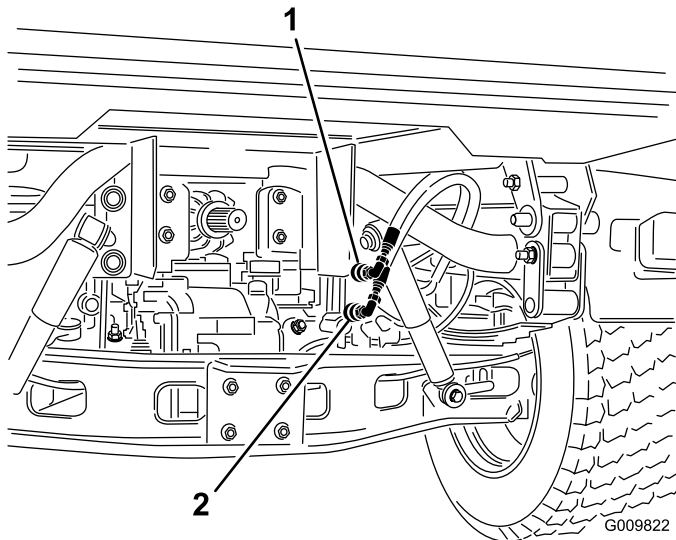

Figura 68
2. En ambas máquinas, desconecte las dos mangueras de acoplamiento rápido de las mangueras que están conectadas al soporte de acoplamiento (Figura 68).